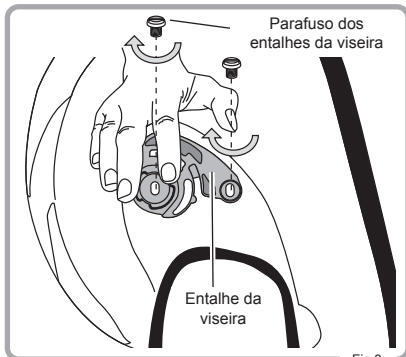

Fig. 3
- 3 Apertar os dois parafusos dos entalhes da viseira no sentido dos ponteiros do relógio. Repetir o mesmo procedimento no entalhe da viseira do lado oposto. Os entalhes da viseira ficam assim devidamente montados (Fig. 3)